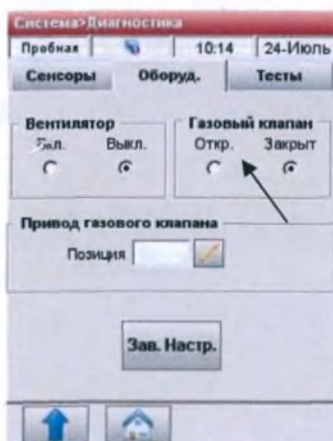

Рис.8-9 Газовый клапан
- Нажмите кнопку <Откр.> под <Газовый клапан>, чтобы начать тестирование (Рис.8-9).